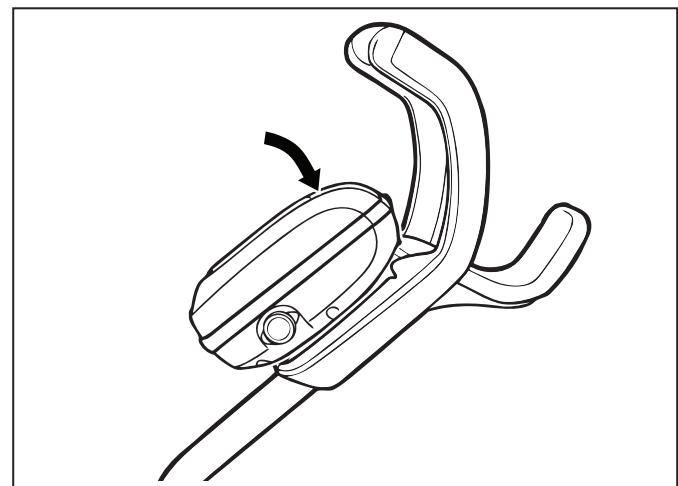

Figura 10. Coloque la unidad de control en el carrito
2. Presione la unidad de control en el gancho del carrito hasta que quede bien colocada y fijada en su sitio (Figura 10).